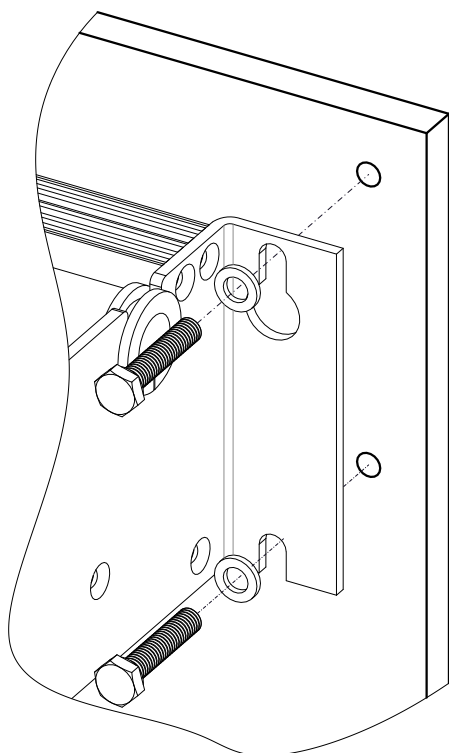

Рис. 11: Крепление системного вентилятора
3. *visor* Для крепления использовать монтажные винты и подкладные шайбы размера М6, см. Рис. 11.